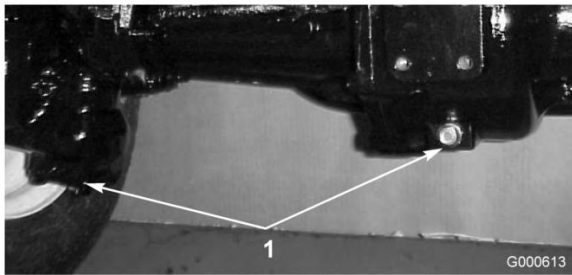

Bild 48
2. Reinigen Sie den Bereich um die drei Ablassschrauben, d. h. jeweils eine an beiden Enden und eine in der Mitte (Bild 48).